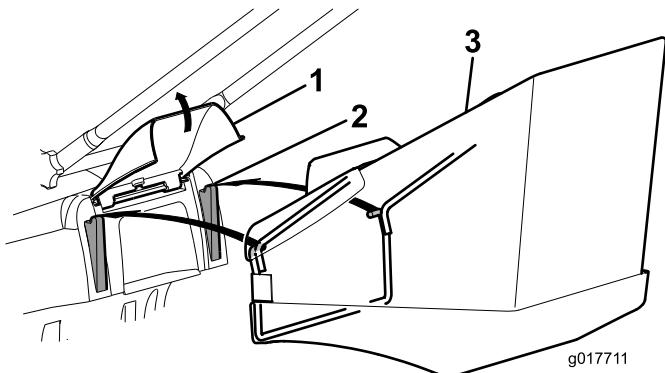
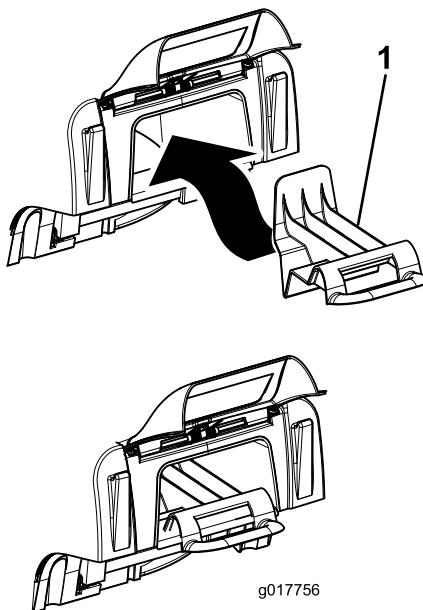

Figura 14
Figura 15
1. Alzate lo sportello posteriore, rimuovete il tappo mulching (Figura 15) e montate il cesto di raccolta sulle sporgenze (Figura 14).
**Nota:** Per passare da raccolta a riciclaggio, rimuovere il cesto di raccolta, sostituire il tappo mulching che avevate rimosso al passaggio 1 e abbassate lo sportello posteriore (Figura 15).